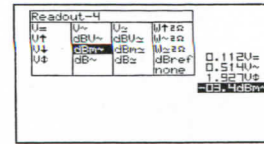

図21
4. [T] キーを押してMETER-4の画面を表示します。◀▶▲▼カーソルキーで希望するマーク位置を選択します (図21、メーター4表示設定)。